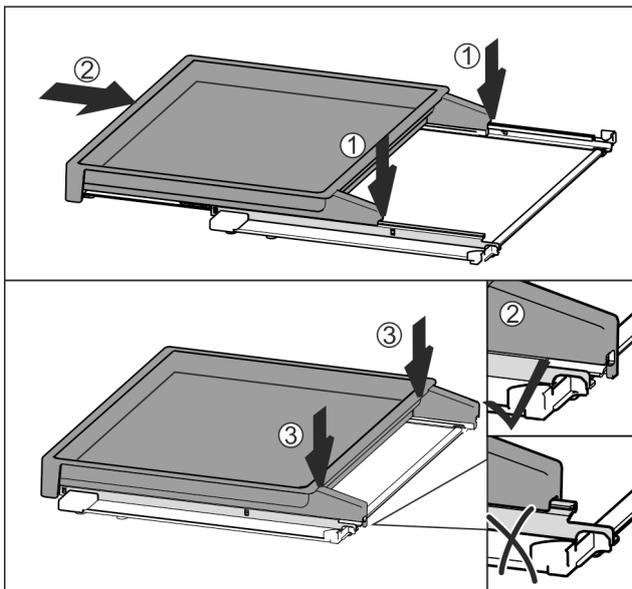

Fig. 41
- La poser au centre sur les rails Fig. 41 (1).
- Insérer complètement la bordure télescopique Fig. 41 (2).
- Appuyer sur sa partie arrière jusqu'à ce qu'elle s'enclenche de manière audible Fig. 41 (3).